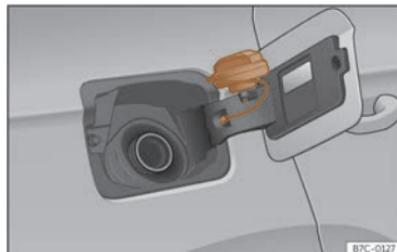

Fig. 180 Sportellino del serbatoio con all'interno il tappo.
• Collocarlo nello spazio della cerniera dello sportellino aperto >>> **fig. 180.**